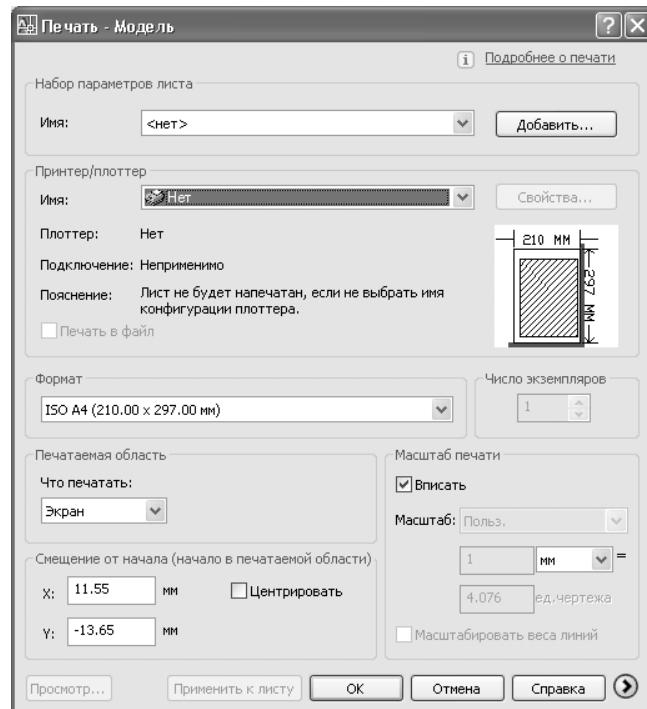

Рис. 14.2 ▶ Основные параметры диалогового окна Печать (Plot)
3. Многие из отображающихся на экране параметров печати окна **Печать - Модель** (Plot - Model) (рис. 14.2) вам уже знакомы, поскольку с подобным набором параметров вы уже сталкивались в окнах настройки параметров страницы, открывающихся с помощью команды **Диспетчер параметров листов** (Page Setup Manager) контекстного меню ярлыков **Модель** (Model) или **Лист** (List). Щелкните на круглой кнопке **Развернуть окно** (More Options), расположенной в правом нижнем углу окна или нажмите **Alt** и клавишу символа «>>».